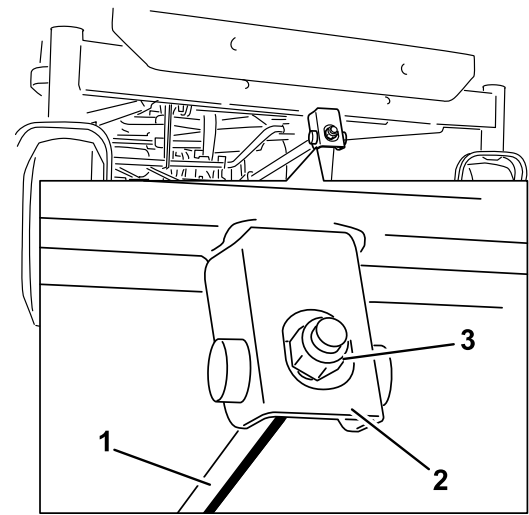

Figura 74
6. Para ajustar la inclinación longitudinal, gire la tuerca de ajuste de la parte delantera del cortacésped (Figura 74).
5. Eleve la parte trasera de la carcasa de corte y coloque las pletinas de suspensión sobre la varilla de elevación trasera (Figura 74).
6. Conecte la varilla de soporte delantera a la carcasa de corte con el pasador y la chaveta (Figura 74).